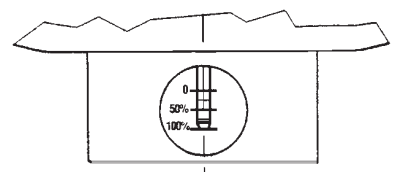

Fig. 18
- 13) Aprire la valvola AR 73 in pos. 8.
- 16) Verificare che il monitor PM/182 si posizioni in completa apertura controllando la posizione dell'indicatore di corsa attraverso l'oblò (fig. 18).
- 16) *Ascertain that the PM/182 monitor positions itself completely open, controlling the position of the stroke indicator through the port (fig. 18).*